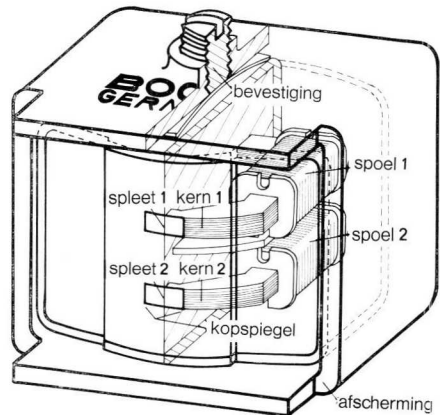

Fig. 32: Schematische voorstelling van een toonkop (kwartspoor-kombikop).
- Spleet** De ijzerkern van een →magneetkop bestaat uit twee helften, die na het aanbrengen van de magneetkopspoel samengevoegd worden. De spleet aan de voorkant, waar de magneetband voorbij loopt, verkrijgt door middel van een plaatje uit een onmagnetiseerbaar materiaal een bepaalde breedte, die afhankelijk is van het doel waarvoor de kop bestemd is. Door de bredere spleet (5 tot 20  $\mu\text{m}$ ) van een opnamekop kunnen de krachtlijnen uitreden voor het magnetiseren van de magneetband en door de smallere spleet (1 tot 10  $\mu\text{m}$ ) van een weergavekop kunnen de krachtlijnen van de magnetische registratie, ook van hoge tonen, zich over de ijzerkern sluiten en in de kopspoel een spanning induceren, zie spleetafmetingen →fig. 32, blz. 70.
- Toonkop** →Opname- of →weergavekop in tegenstelling tot de →wis-kop, →fig. 32.